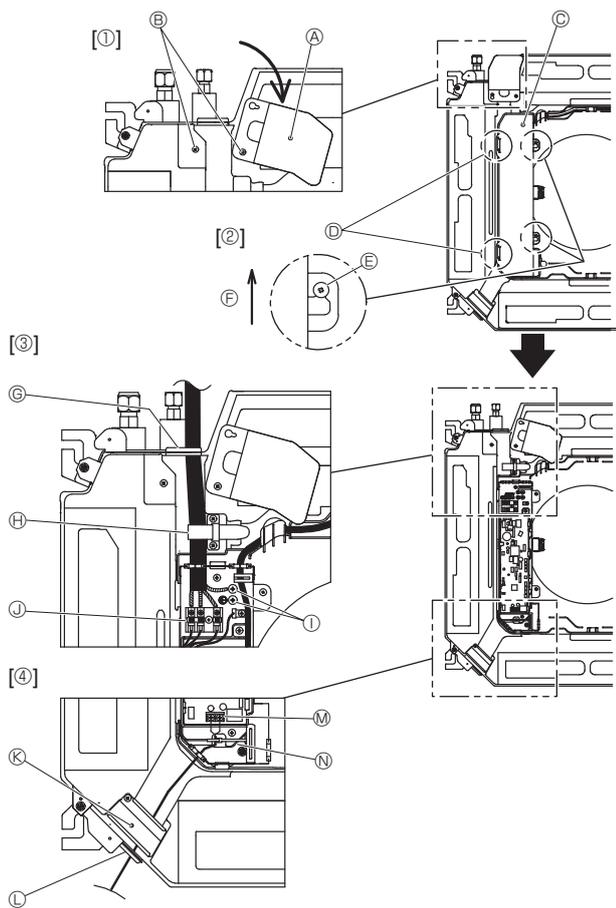
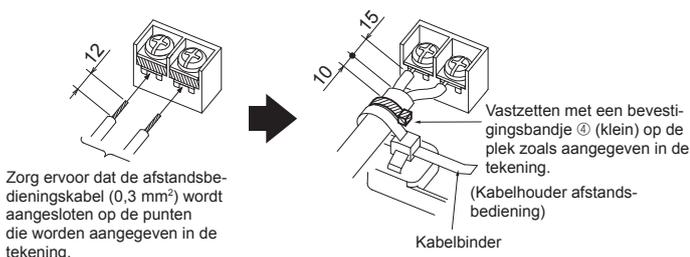

Fig. 6-1
Fig. 6-3
6.1. Binnenapparaat (Fig. 6-1)
- Maak de twee schroeven los waarmee het servicepaneel voor elektrische aansluiting vastzit en draai vervolgens het servicepaneel voor elektrische aansluiting. [Fig. 6-1 ①]
- Verwijder de twee schroeven waarmee de afdekking van de elektrische contactdoos vastzit en schuif de afdekking van de elektrische contactdoos opzij. [Fig. 6-1 ②]
- Haal de elektriciteitskabel, de verbindingkabel tussen het binnen-/buitenapparaat en de aardingskabel door de respectieve bedradingsingangen volgens het schema. [Fig. 6-1 ③]
Als u geen ronde krimmconnectoren kunt gebruiken, volg dan de procedure in Fig. 6-3~6-6.
- Leid en verbind de afstandsbedieningskabel via de bedradingsingangen volgens het schema. [Fig. 6-1 ④, Fig. 6-3]